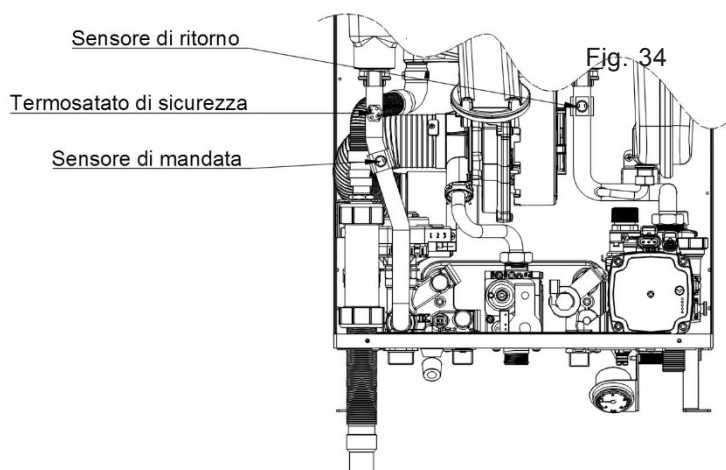

Fig. 35
6.13 SOSTITUZIONE SENSORI RISCALDAMENTO (Fig. 35)
6.14 SOSTITUZIONE TERMOSTATO LIMITE (Fig. 35)